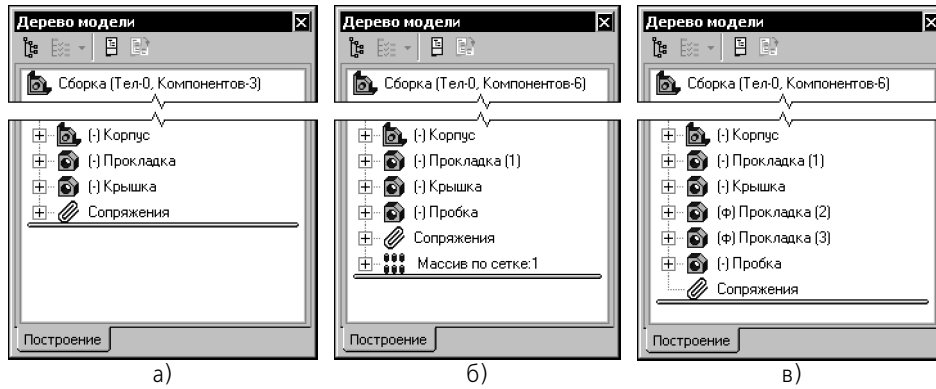

Рис. 128.1. Создание и разрушение массива компонентов
Например, в сборке имелись добавленные друг за другом компоненты: Корпус, Прокладка, Крышка (рис. 128.1, а). После этого был создан массив Прокладок и добавлен компонент Пробка (рис. 128.1, б). Затем массив был разрушен. Порядок следования компонентов в Дереве после разрушения массива будет следующим: Корпус, Прокладка (1), Крышка, Прокладка (2), Прокладка (3), Пробка (рис. 128.1, в).